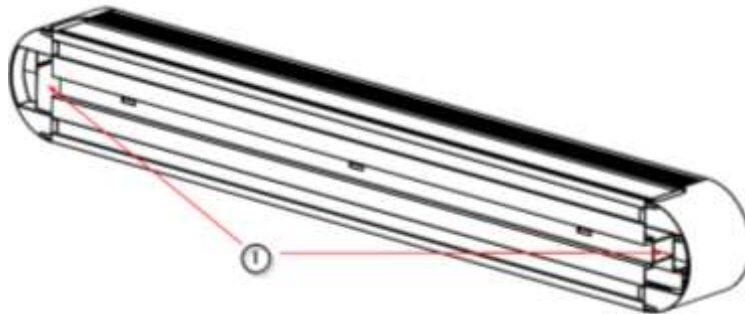

Fig. 1 Aansluitingen voor de toevoer van de apparatuur
- Verwijder met behulp van een plat gereedschap de bovenste en onderste afdekkingen ② zoals weergegeven in afbeelding 1. Let erop dat u geen andere delen van de behuizing bekrast en bewaar de afdekkingen op een veilige plaats.
- Plaats de bovenste en onderste afdekkingen ② terug op het apparaat door ze op hun plaats te brengen en druk uit te oefenen totdat u het klikgeluid hoort.